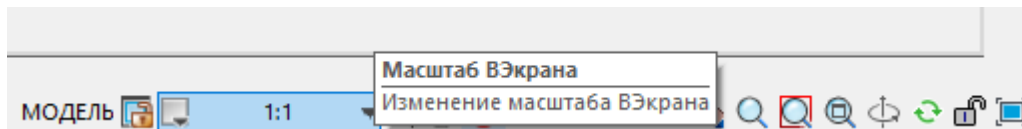

Рис. 1.2.2 Выбор масштаба геометрии видового экрана
2. Нажав и удерживая ролик мыши двигаем пространство модели, размещая геометрию по листу. Если необходимо выбрать масштаб, в нижней части панели выбираем из выпадающего списка требуемый (рис.1.2.2.)